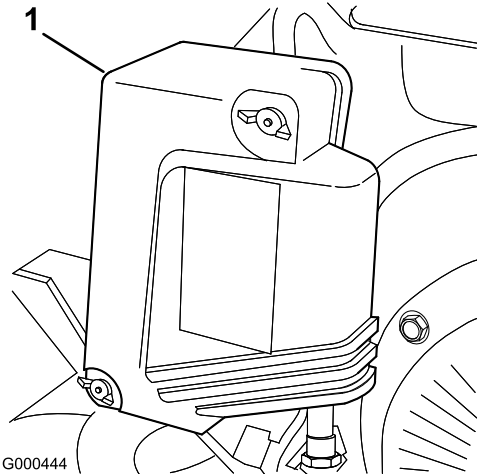

Bild 27
2. Nehmen Sie die Flügelschrauben ab, mit denen die Luftfilterabdeckung am Luftfilter befestigt ist. Nehmen Sie die Abdeckung ab. Reinigen Sie die Abdeckung gründlich (Bild 27).